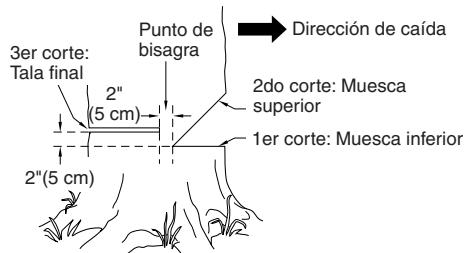

Figura 12 - Tala de un árbol
La preparación correcta de una muesca determinará la dirección en que caerá el árbol. Corte la muesca del lado del árbol correspondiente a la dirección en la cual desea que éste caiga (vea la Figura 12). Siga las instrucciones a continuación para cortar la muesca.
1. Haga el corte inferior de la muesca tan cerca del suelo como sea posible. Sujete la sierra de modo que la barra de guía se encuentre en posición horizontal. Corte a través del tronco del árbol hasta atravesar 1/3 de su diámetro (vea la Figura 12). *Nota:* Haga siempre este corte inferior horizontal en primer lugar. Si la hace en segundo lugar, el árbol puede presionar la cadena o la barra de guía.
2. Comience el corte superior de la muesca a una distancia del corte inferior igual a la profundidad de éste. *Por ejemplo:* Si el corte inferior tiene una profundidad de 20 cm, comience el corte superior 20 cm por encima de aquél. Corte en dirección hacia abajo y a un ángulo de 45°. El corte superior de la muesca debe llegar y unirse al punto final del corte inferior (vea la Figura 12).
1. Haga el corte de tala final 5 cm por encima del corte inferior de la muesca y sobre el lado opuesto del árbol (vea la Figura 12). Mantenga el corte de tala final paralelo al corte inferior de la muesca.
ADVERTENCIA: No atraviese el árbol completamente. Deje alrededor de cinco centímetros de diámetro sin cortar, directamente detrás de la muesca (vea la Figura 12, página 30). Esta porción sin cortar funciona a manera de bisagra. La bisagra ayuda a evitar que el árbol se tuerza y caiga en la dirección equivocada.